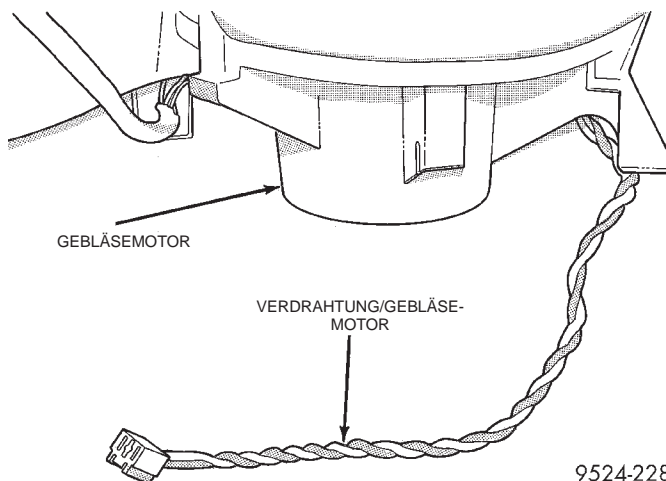
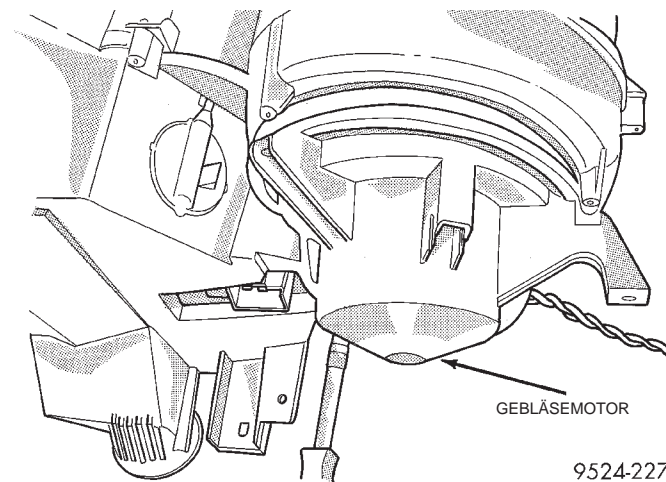

Abb. 13 Verdrahtung des Gebläsemotors
Abb. 14 Gebläsemotor
- (1) Batteriekabel abklemmen.
- (2) Das rechte Geräuschkämmelement/Kanal unter der Instrumententafel ausbauen.
- (3) Steckverbinder des Gebläsemotors vom Widerstandsblock abziehen (Abb. 13).
- (4) Befestigungsschrauben des Gebläsemotors lösen.
- (5) Gebläsemotor nach unten vom Gehäuse abnehmen (Abb. 14).
- (6) Lüfterabdeckung von der Motorwelle abbauen.
- (7) Gebläsemotor vom Motorgehäuse abnehmen.